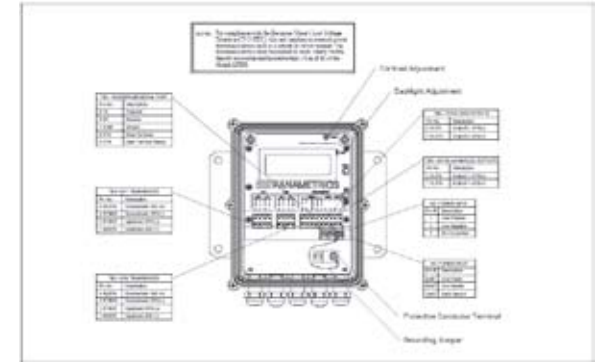

图 1 - 4: AT868 接线图 #702-425
3. 参考图 1 - 4, 将导线与 TB3 的 1, 2 接线端子相连接, 即为模拟量输出, 固定电缆夹。
4. 将电缆的一端穿过导孔，并按照图 1 - 4 与 TB3 相连接。另一端与打印机、ANSI 终端或者个人电脑相连。然后固定电缆夹。